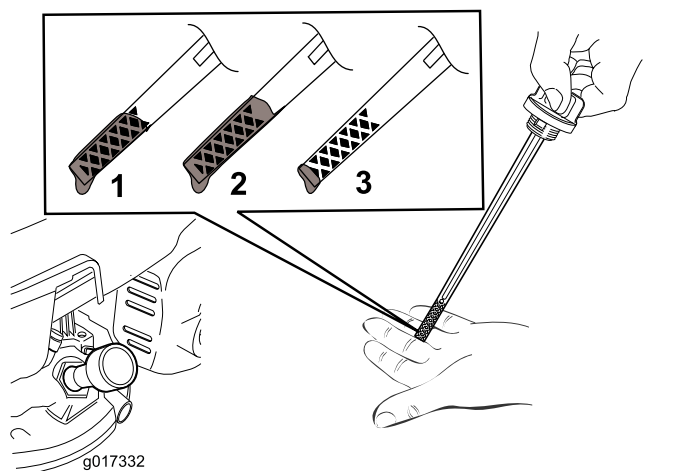
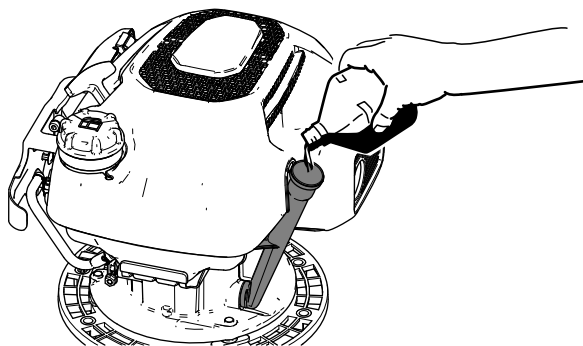

図 34
図 35
5. オイルのディップスティックの最低マークの近くまたはそれ以下の場合 図 34 は、所定のオイルを補給口 図 35 からゆっくりと追加し、3分間待つ。
5. エンジンオイル補給口の側の床にオイル回収用の容器を置く 図 35。
1. オイルフィルタの補給口から所定のエンジンオイルをゆっくりと入れ 図 35、3 分間待つ。